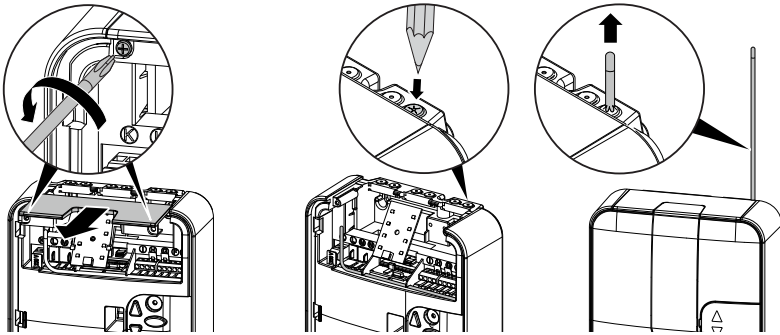

Fig. 4-5 Legge antennen
2. Kontroller at antennen har riktig posisjon (fig. 4-5, side 53).